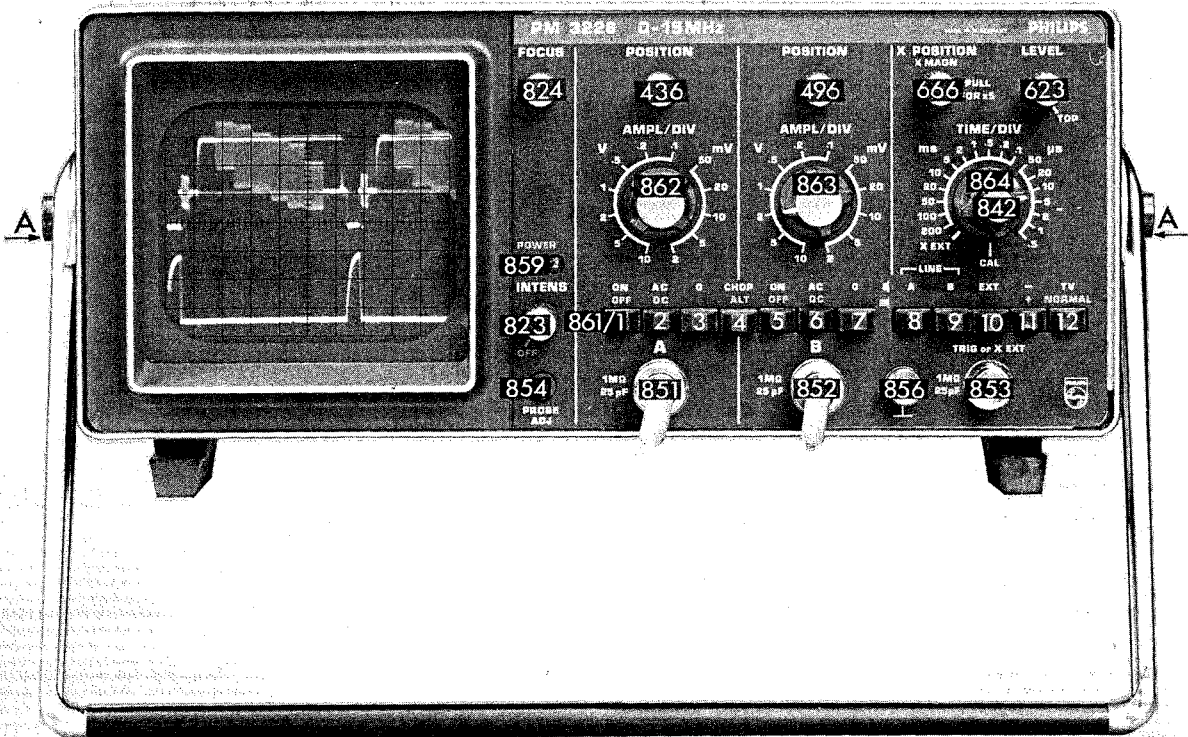

Fig. 2.2. Vue avant illustrant commandes et douilles
L'appareil doit être placé horizontalement ou incliné après avoir pivoté l'étrier-support. Pour déposer le poignée, enfoncer les deux boutons centraux de pivotement A (voir Fig. 2.2.).
## 2.1.6. Commandes et douilles (Fig. 2.2.)
- pivoter la poignée du couvercle avant. Pour ce faire, enfoncer les deux boutons A (voir Fig. 2.2.).